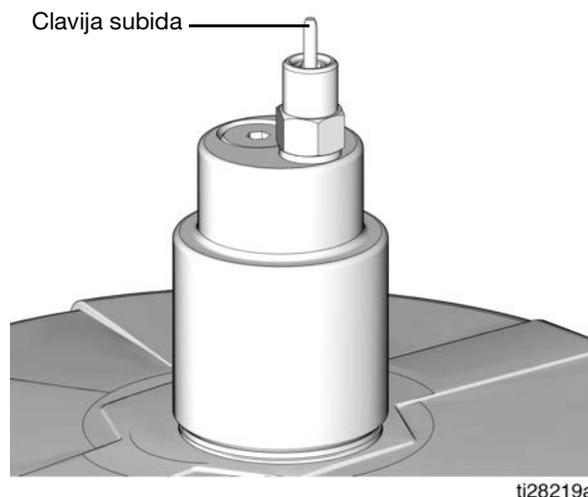

FIG. 17
3. Retire la cubierta antipolvo amarilla del acoplador de llenado (M).
4. Conecte la manguera de suministro (J) entre la bomba de la estación de llenado remoto (F) y el puerto del acoplador de llenado (marcado con una «I»).
5. Ponga en marcha la bomba de la estación de llenado remoto (F).
6. Cuando se llene el depósito G5 (D):
- la bomba de la estación de llenado remoto (F) se para en presión (sin flujo),
- la válvula de desconexión de llenado automático salta (FIG. 17),
- el manómetro (R) aumenta hasta la presión establecida en la bomba de llenado.
2. Desconecte la manguera de suministro (J) de la desconexión rápida (V).
3. Encienda la bomba de la estación de llenado remoto (F) y llene el depósito (D) de la G5 hasta que suba la clavija indicadora de la válvula de desconexión de llenado automático (B) (vea la FIG. 17). La presión de la bomba de llenado (F) aumenta y la bomba se para en presión.
4. Corte el suministro de aire (H) hacia la bomba de llenado (F).
6. Desconecte la manguera de suministro (J) de la desconexión rápida (V).